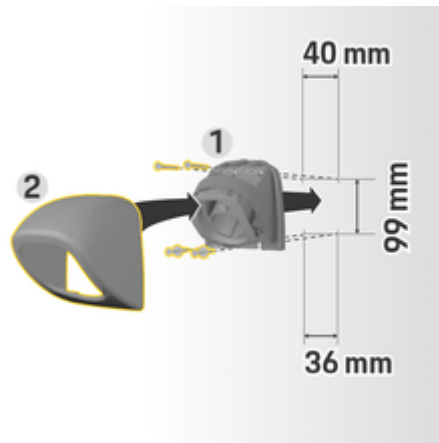

Рис. 100: Размеры под отверстия
1. Извлеките крепление соединителя **1** (Рис. 100) из кожуха **2** (Рис. 100).
4. Привинтите крепление для штекера **1** (Рис. 100) к стене.
5. Наденьте кожух **2** (Рис. 100) на крепление соединителя снизу **1** (Рис. 100) и прижмите его сверху.